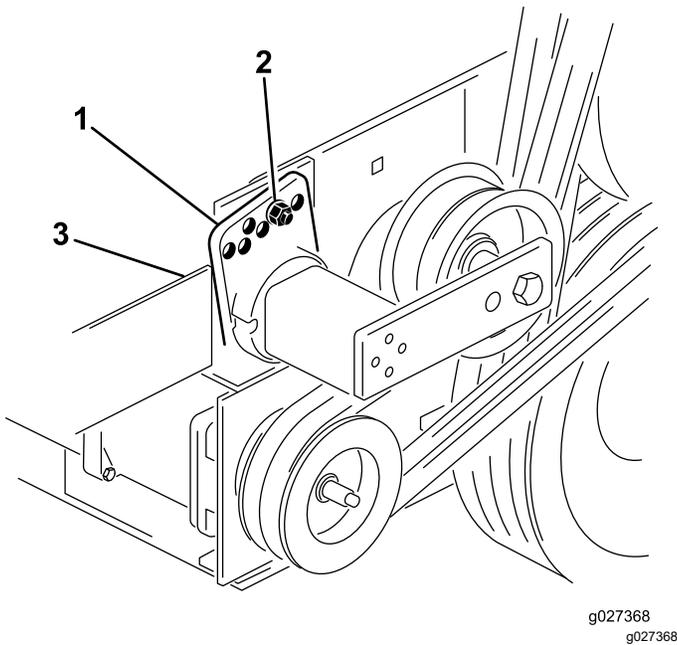

Figura 15
- Retire o parafuso e porca que prendem o guia tensor à montagem da transmissão e solte a tensão da correia (**Figura 15**).